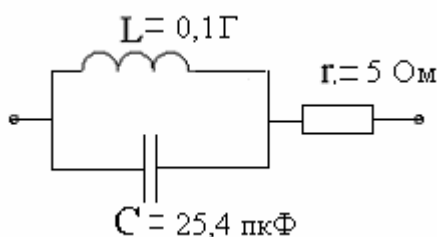

Рис. 79
58. Определить частоту, при которой наступит резонанс токов (рис. 79).